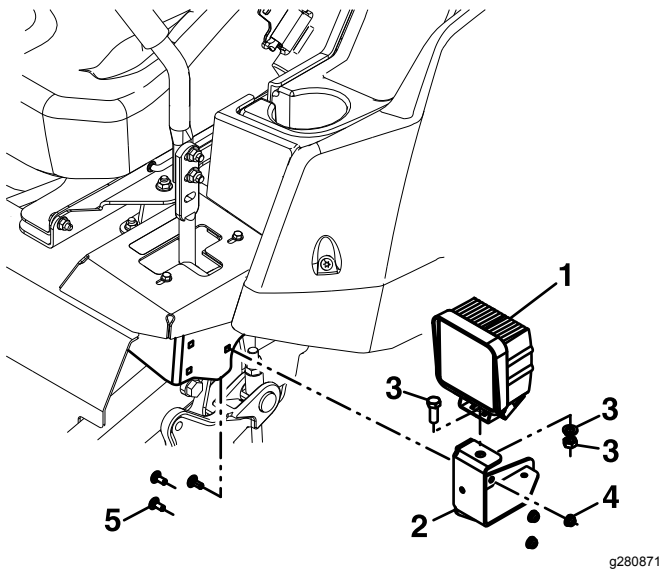

Figura 3
4. Usando tres pernos de cuello cuadrado de $\frac{1}{4}$ "-20 x $\frac{5}{8}$ " y tuercas nyloc, instale el soporte de la luz izquierda en el soporte del bastidor del control de movimiento izquierdo, como se muestra en la Figura 3.
5. Retire las fijaciones de la luz e instálela en el soporte de la luz izquierda, como se muestra en la Figura 3.